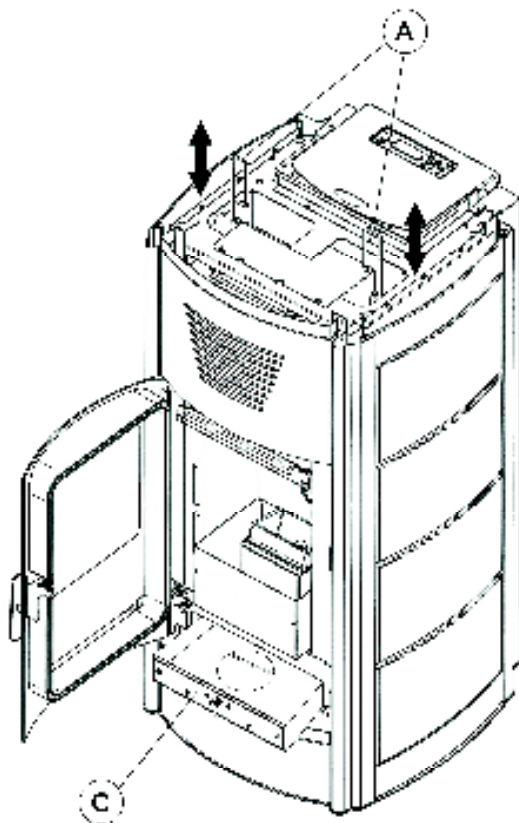
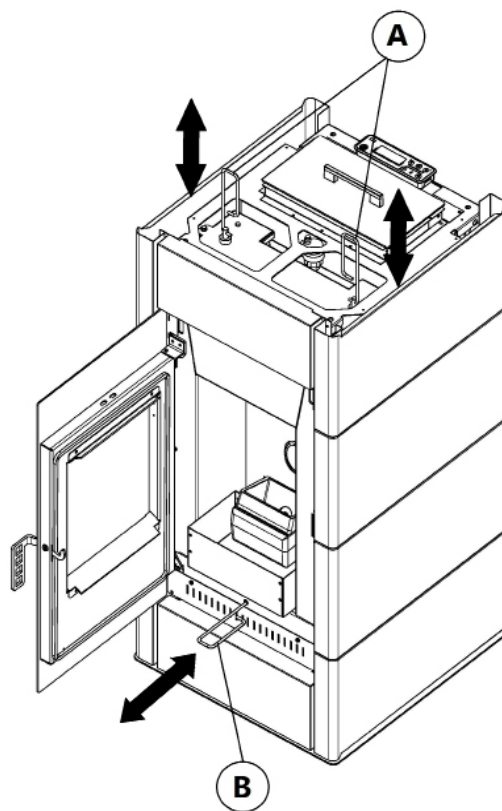

Fig. 39 - Pulizia fascio tubiero interno mediante raschiatori (Aquos 15-22-22 H2O / Ibis 15-22-22 H2O / Idron 15-22-22 H2O)
Fig. 40 - Pulizia cassetto cenere inferiore (Ibis 11 / Idron 11)
- Pulire il fascio tubiero – Utilizzando il gancio in dotazione scuotere energicamente per 5-6 volte le aste poste sotto il top (A in Fig. 39 a pag. 49 e Fig. 40 a pag. 49). Tale operazione rimuove la fuliggine che si è depositata sui condotti fumi dello scambiatore durante il normale funzionamento della stufa.
- Pulire il vano convogliatore fumi vedi Fig. 39 a pag. 49 per i modelli AQUOS 15-22-22 H2O / IBIS 15-22-22 H2O / IDRON 15-22-22 H2O – Le stufe sono dotate di un cassetto cenere C removibile per la raccolta di eventuali accumuli di fuliggine e cenere.
- Pulire il vano convogliatore fumi vedi Fig. 40 a pag. 49 per i modelli IBIS 11 / IDRON 11 - Aprire la porta, agganciare il gancio in dotazione all'asta del raschiatore B, scuoterlo energicamente per 5- 6 volte in tutta la sua lunghezza. Togliere il gancio e reinserire l'asta B completamente nella sua sede. Così facendo si aiuta il ventilatore ad espellere eventuali accumuli di fuliggine caduta durante la pulizia precedente del fascio tubiero (Dopo lo scuotimento delle aste A si deve sempre agire sul raschiatore B).